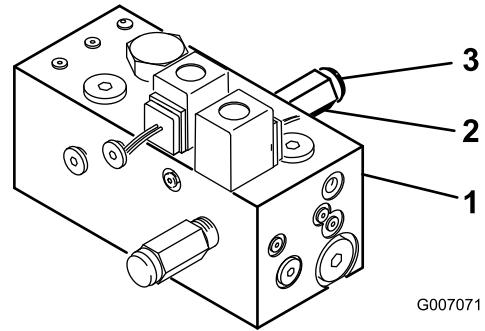

Figure 10
- Sur le côté arrière du collecteur, enlevez le bouchon du clapet de décharge à l'aide d'une clé Allen (Figure 10).